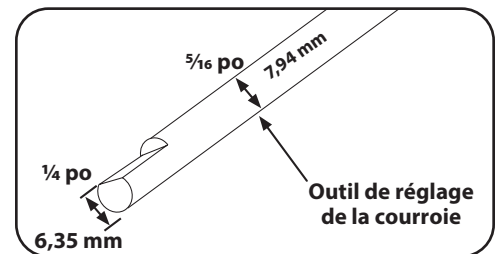

Figure 5-12
1. Avant de prendre une mesure, assurez-vous que la tringlerie et les points de pivotement du levier d'entraînement de la PDF des dents et des roues soient propres et lubrifiés. S'il y a une restriction, les mesures ne seront pas exactes. Vous aurez à utiliser l'outil de réglage fourni avec votre motoculteur. Voir Figure 5-12.